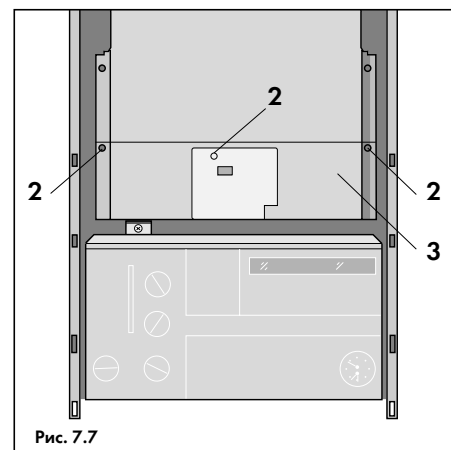
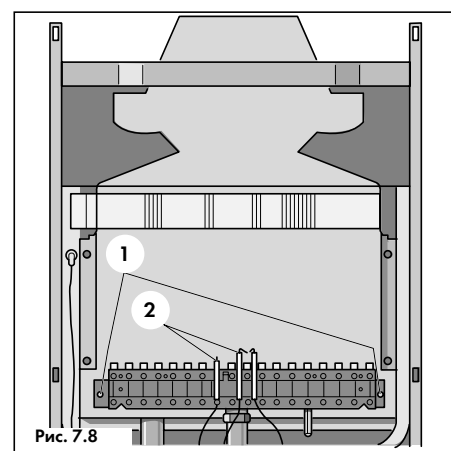

Рис. 7.7
Рис. 7.8
- Выкрутить винты (2, рис. 7.7) и снять по направлению на себя и вниз теплоотражающий щиток (3, рис. 7.7) со смотровым окошком, отсоединив кабели от электродов розжига и ионизационного контроля (2, рис. 7.8);
- Выкрутить 2 винта (1, рис. 7.8) и вытащить горелку вместе с отсоединенными от кабелей электродами розжига и ионизационного контроля (2, рис. 7.8) из камеры сгорания;
- Установить горелку вместе с отсоединенными от кабелей электродами розжига и ионизационного контроля (2, рис. 7.8) в камеру сгорания, закрепив ее 2 винтами (1, рис. 7.8);
- Установить теплоотражающий щиток (3, рис. 7.7) со смотровым окошком, присоединив кабели от электродов розжига и ионизационного контроля (2, рис. 7.8) и закрепив его винтами (2, рис. 7.7);